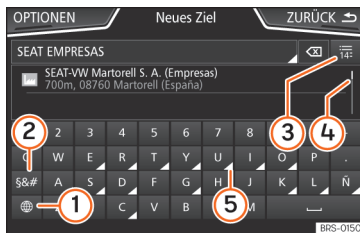

Abb. 181 Eingabemaske mit Bildschirmtastatur.
In der Eingabezeile werden die Übereinstimmungen vorgeschlagen » Abb. 181 ④. Im Falle von zusammengesetzten Namen muss auch das Leerzeichen eingegeben werden.